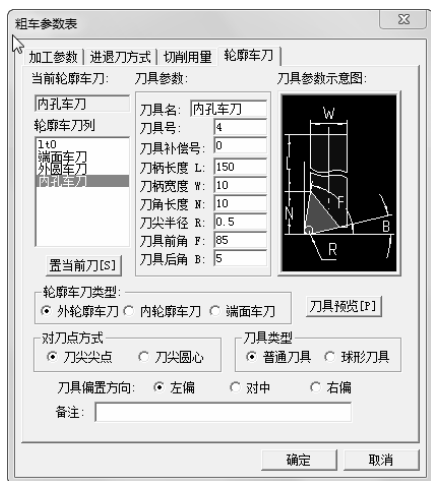

图 6-73 粗车内孔车刀参数设定
4) 单击“轮廓车刀”选项卡，如图 6-73 所示。选择刀具库中刀具方法如下：在“轮廓车刀列表”下面的复选框中直接单击“内孔车刀”按钮，使它变为蓝色，然后单击“置当前刀”按钮，即调出了前面在刀具库中设置的外圆车